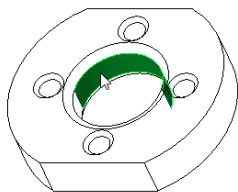

图 9-30 选择要修改的曲面
② 在功能区中选择“柔性建模”标签以打开“柔性建模”选项卡，接着选择图 9-30 所示的内圆柱曲面。